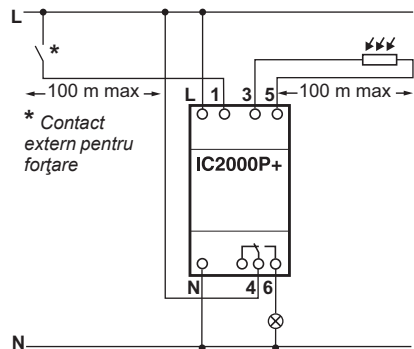

Fig. 2.
- Alimentarea terminalului 1 forțează ieșirea IC 2000P+ să treacă în poziția "On". Această forțare externă este prioritară față de funcția de forțare On/Off de pe produs. (a se vedea Fig. 2, 3).